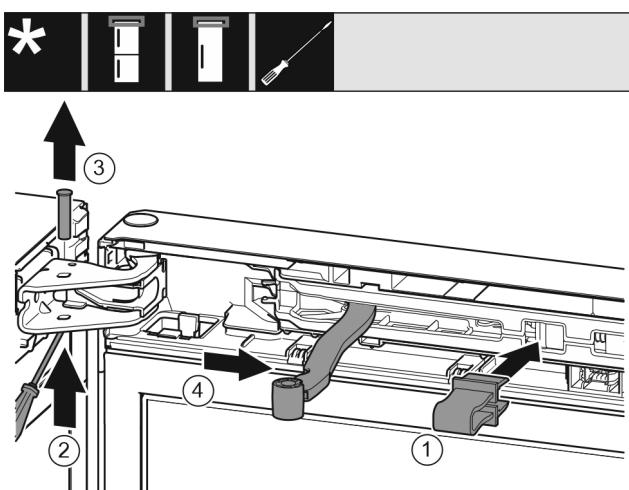

Fig. 9
- Фиксирайте предпазителя в отвора. Fig. 9 (1)
- С отвертката избутайте болта. Fig. 9 (2)
- Извадете болта нагоре. Fig. 9 (3)
- Завъртете шарнира в посока към вратата. Fig. 9 (4)